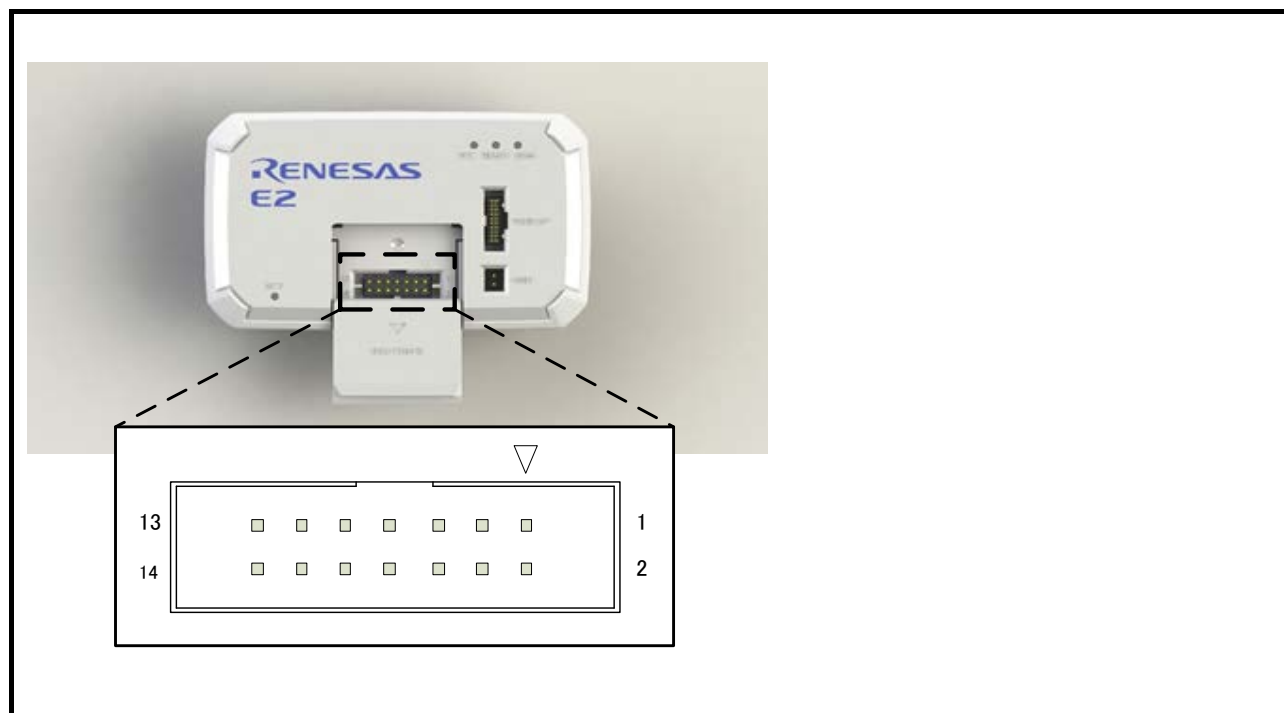

図 3-4 E2 拡張 I/F のピン配置図
(2) E2 拡張 I/F の接続
- ① E2エミュレータ上の拡張インタフェース(GND:13pin)と、ユーザシステムのGNDを付属のテストリードで接続してください。
- ② E2エミュレータ上の拡張インタフェース(CANモニタRX端子ch0 : 4pin、ch1 : 8pin)と、ユーザシステム上のRH850 CAN受信データ入力端子を付属のテストリードで接続してください。
- E2拡張I/F のピン配置については、図 3-4、表 3-1を参照。